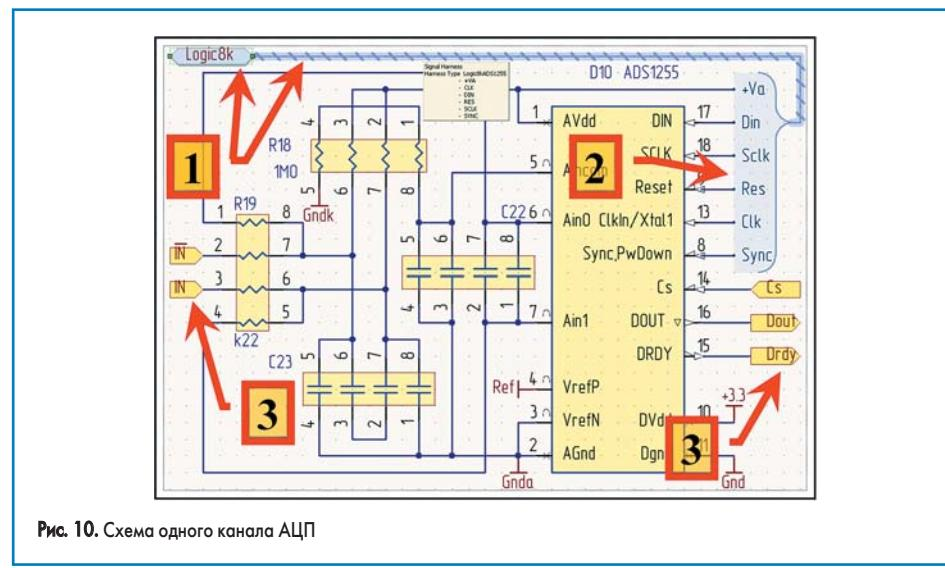

Рис. 10. Схема одного канала АЦП
Итак, с учетом применения **Signal Harness**, схема представлена в следующем виде (рис. 10):
- Теперь, после компиляции проекта и открытия листа канала АЦП (см. также рис. 10), первой открывается вкладка **Editor** схемы. В ней можно редактировать все элементы схемы.